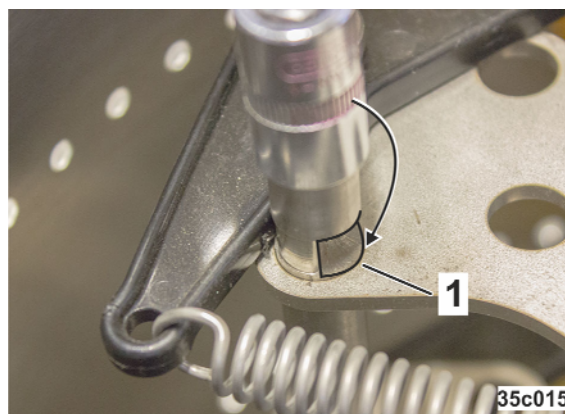

Рис. 286
3. Паз (Рис. 286/1) должен полностью освободиться рычагом (Рис. 284/2), палец в парковочном положении (с роликов для перекрытия отверстий снята нагрузка).